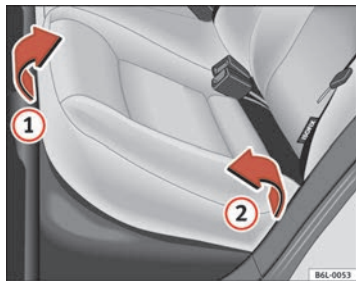
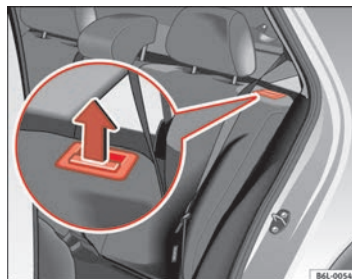

Abb. 70 Die Sitzfläche des Rücksitzes anheben
Abb. 71 Entriegelungstaste der Rücksitzlehne
- Ziehen Sie das Sitzpolster an der Vorderseite ⇒ Abb. 70 ① in Pfeilrichtung nach oben.
- Heben Sie das Sitzpolster ② in Pfeilrichtung nach vorne an.
- Ziehen Sie die Entriegelungstaste ⇒ Abb. 71 in Pfeilrichtung und klappen Sie die Sitzlehne nach vorne.